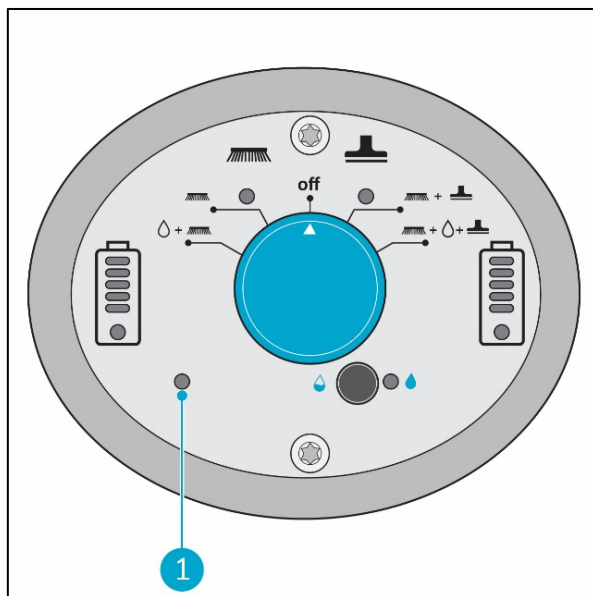

Figure 20
Le voyant du niveau d'eau se trouve sur le panneau de commande (Figure 20, pos 1). Lorsque le réservoir de récupération doit être remplacé, le voyant s'allume et la machine s'arrête.